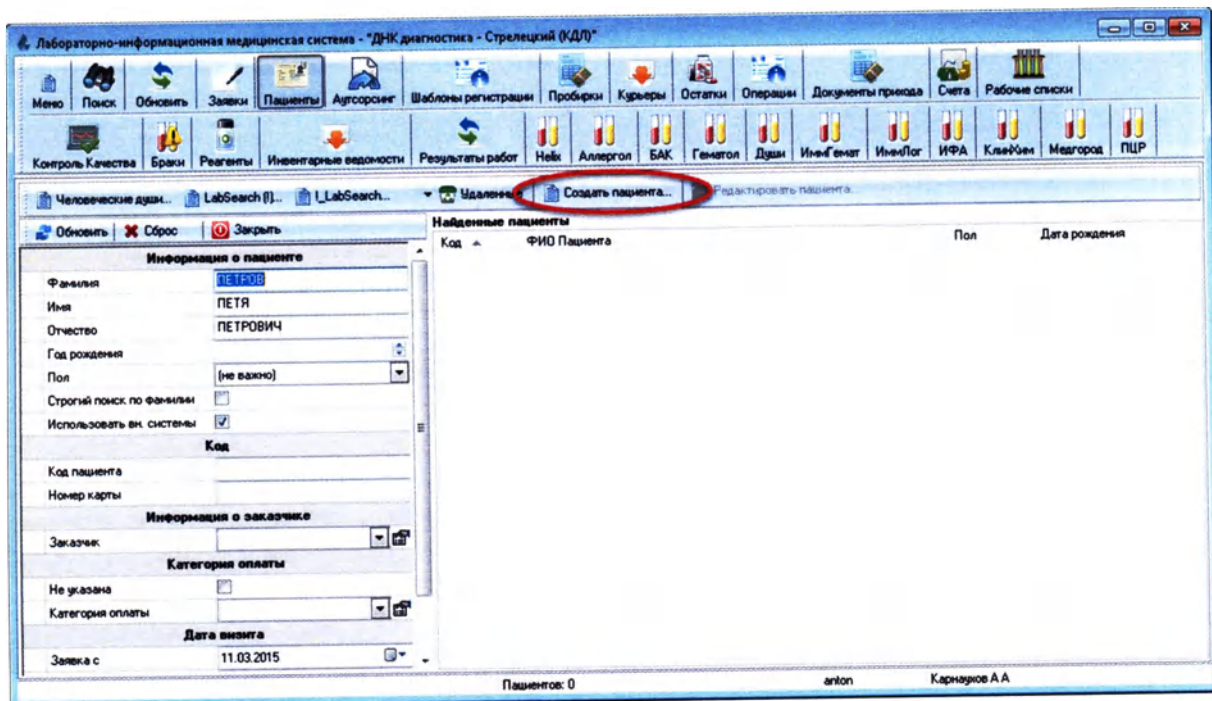

Рисунок 2.26
1. Нажмите клавиши **Ctrl+N** или кнопку **«Создать пациента»** (Рисунок 2.26):